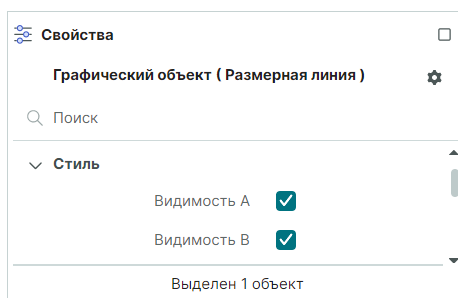

Рис. 280 Группа «Стиль»
2. Группа «Стиль» включает настройки видимости выносных линий с помощью установки флагов в чек-боксы, см. Рис. 280.